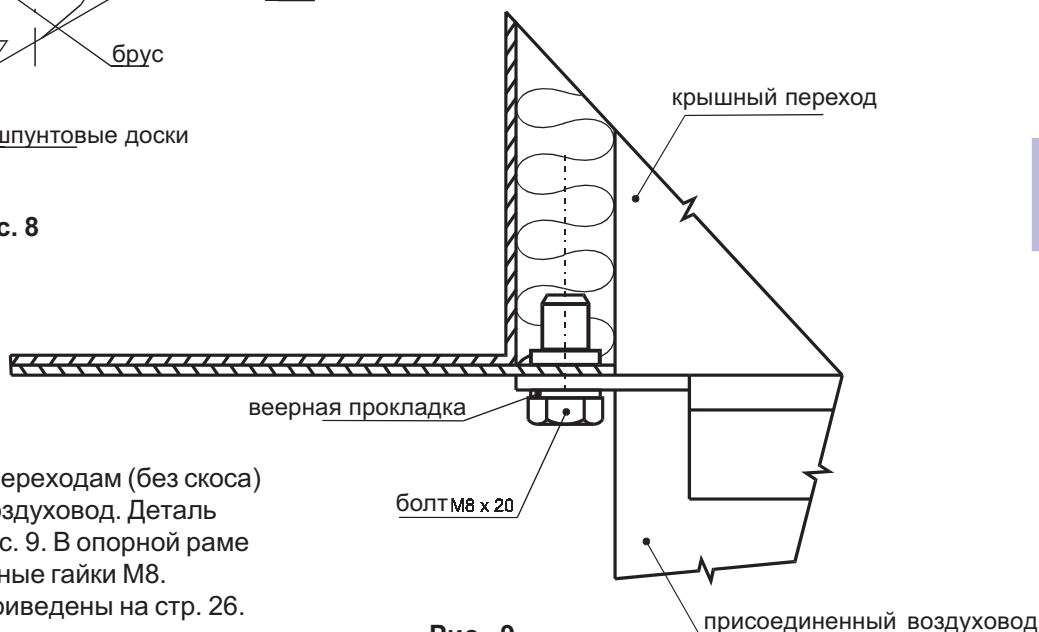

Рис. 9
■ К стандартным крышным переходам (без скоса) можно присоединить также воздуховод. Деталь присоединения указана на рис. 9. В опорной раме перехода находятся 4 клепанные гайки М8. Расстояния между гайками приведены на стр. 26.